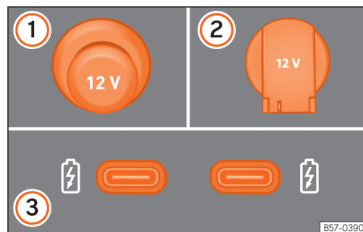

Fig. 156 Priza electrică de 12 V a autovehiculului.
» » **fig. 156**
În funcție de echipare și de țară, autovehiculul poate avea și conexiuni USB **exclusiv pentru încărcare sau ca priză electrică** » » **fig. 156** ③.